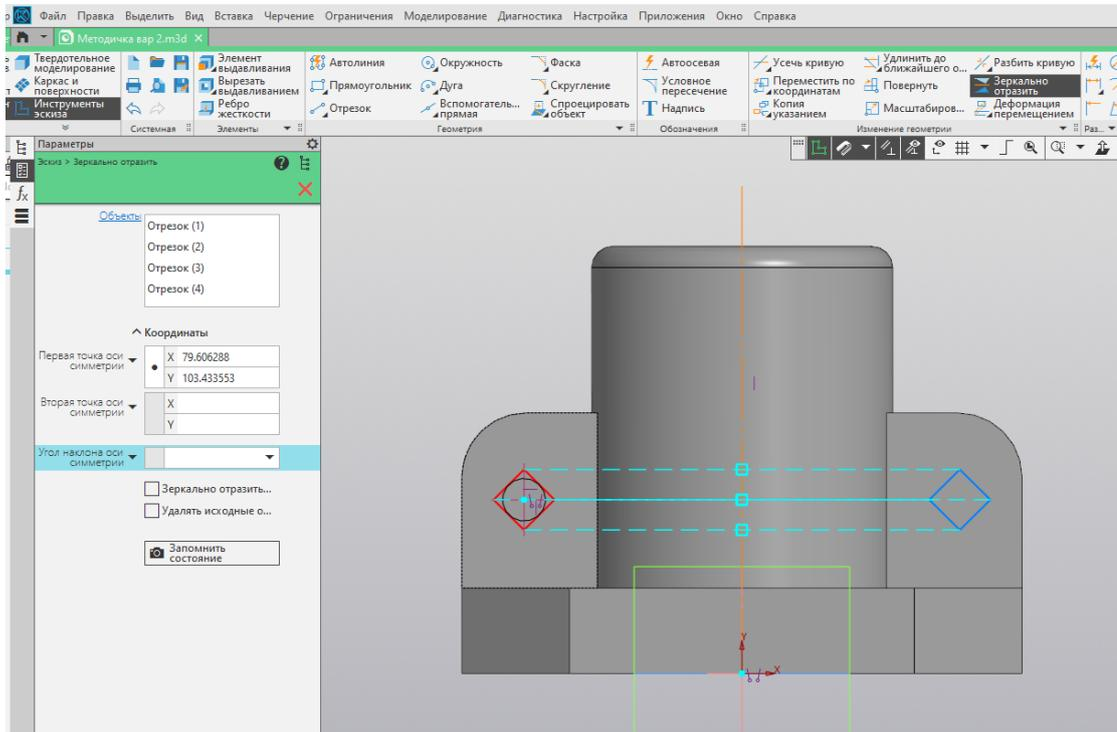

Рис. 103
31. Выделим ось отражения и создадим симметричный квадрат (рис. 103).